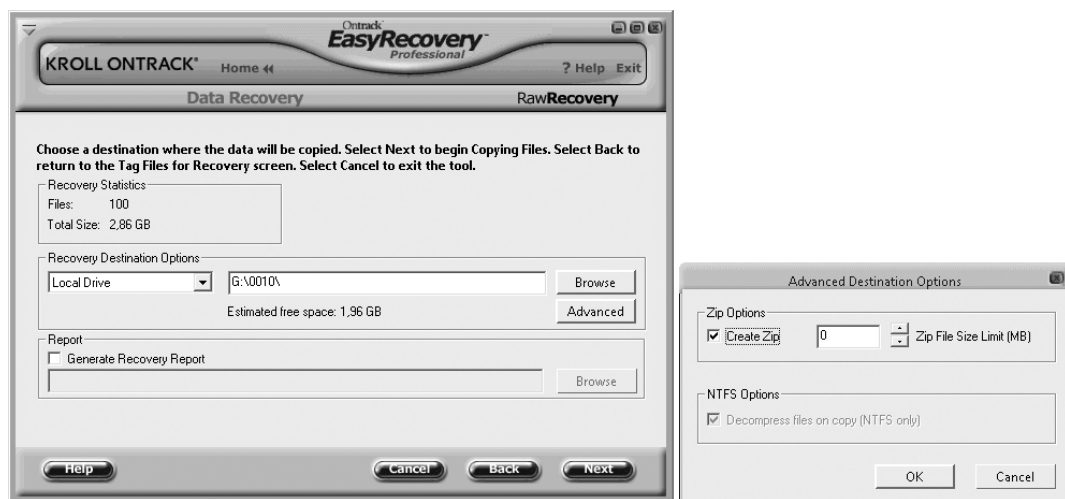

Рис. 6.5. Сохранение восстановленных данных
4. Вернувшись к списку найденных файлов, установите флажки напротив тех, которые нужно восстановить. Можно также пометить виртуальные папки в левой части окна — тогда будут восстановлены все файлы указанного типа. Как только помечен хотя бы один файл, становится активной кнопка **Next** (Далее). Нажмите ее, и появится последний экран мастера (рис. 6.5).